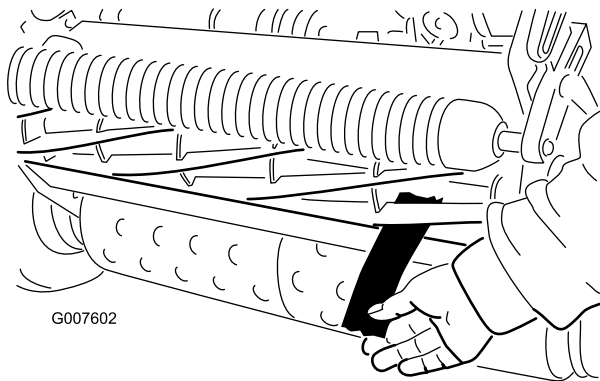

Bild 46
4. Führen Sie an beiden Seiten der Spindelvorderseite einen langen Zeitungspapierstreifen zwischen die Spindel und dem Untermesser ein (Bild 46). Drehen Sie die Spindel langsam vorwärts. Drehen Sie gleichzeitig
6. Vergewissern Sie sich nach dieser Einstellung, dass die Spindel Papier einklemmen kann, das von vorne eingeführt wird, und Papier schneiden kann, das senkrecht zum Untermesser eingeführt wird (Bild 46). Papier müsste sich mit minimalem Kontakt zwischen Untermesser und Messerspindeln schneiden lassen. Wenn der Spindelwiderstand zu hoch ist (mehr als 0,79 Nm), läppen oder fräsen Sie das Mähwerk, um die für genaues Schneiden erforderlichen scharfen Kanten zu erhalten. Weitere Informationen finden Sie in der Anleitung *Toro Bedienungsanleitung für das Schärfen der Spindeln*.